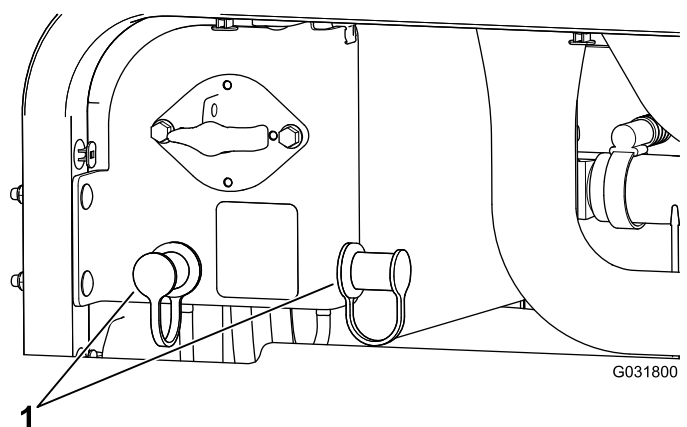

Figura 107
3. Retire los capuchones de los bornes de la batería del otro vehículo (Figura 107).